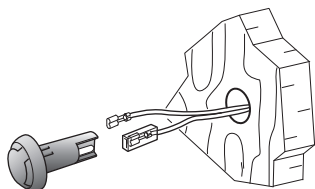

Figura 20
- ▶ Eseguire un foro di Ø 10 mm (Figura 20).